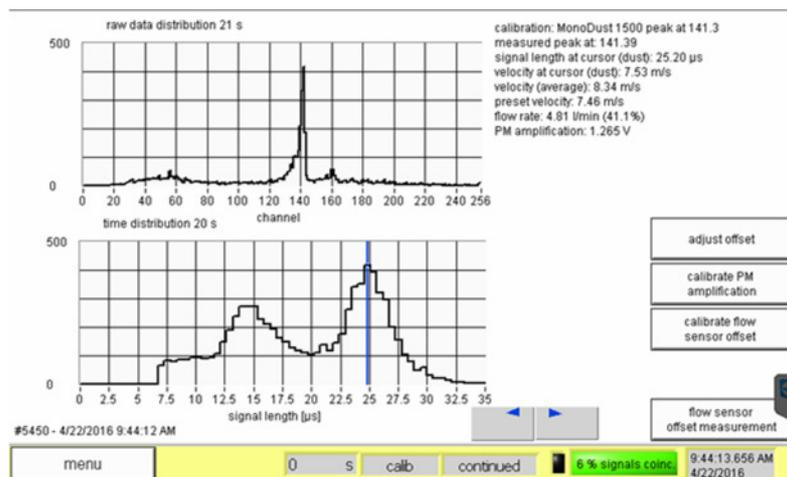

Abbildung 27: Bildschirmdarstellung während der Kalibrierung
- 5.6.5 Der Zielkanal des Prüfstaubs MonoDust 1500 ist durch Vergleichsmessung mit dem PSL-Standard exakt bekannt, wird im beiliegenden Prüfzertifikat bzw. auf der Flasche mitangegeben sowie bis Firmware-Version 100448 im Kalibrierbildschirm in der obersten Zeile angegeben (siehe Abbildung 27). Ab Firmware-Version 100449 wird im Kalibrierbildschirm in der obersten Zeile kein vorgegebener Zielkanal mehr angezeigt, sondern der Text „see bottle“.
Falls die MonoDust-Signalspitze im **Zielkanal $\pm 0,5$** (in Abbildung 27 $141,3 \pm 0,5$ detektiert wird, sind keine weiteren Maßnahmen erforderlich.
5.7.1 Folgen Sie den Abschnitten 5.6.1 bis 5.6.4 sowie Abbildung 27 des vorliegenden Handbuchs. Beachten Sie das Diagramm der Signallängenverteilung (Abbildung 27 unteres Diagramm) während das APDA-372 Aerosol mit MonoDust-Partikeln analysiert. Die zwei Moden der Geschwindigkeitsverteilung sollten klar voneinander unterscheidbar sein; außerdem sollte der Spitzenwert des zweiten Modus' (Diagramm rechtes Maximum) stabil und eindeutig ablesbar sein.